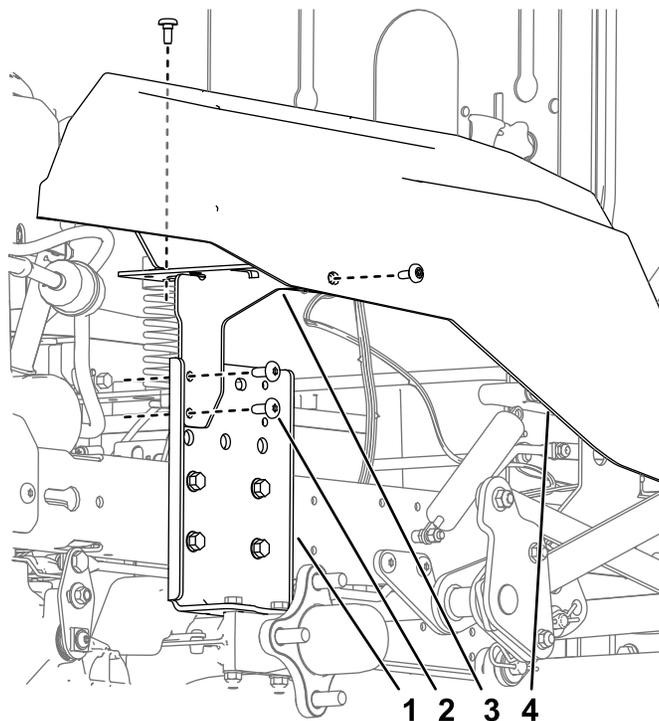

Рисунок 3
12. Снимите кронштейны контейнера с машины (Рисунок 3).